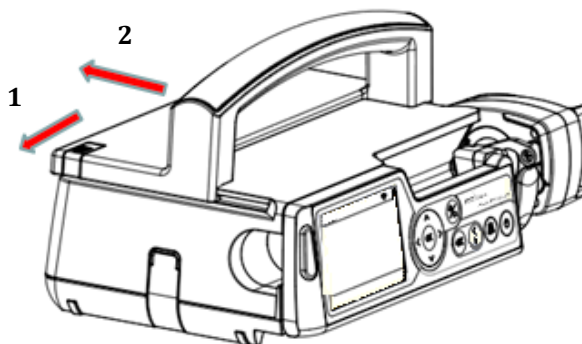

Рис. 12. Установка ручки для переноски
Для снятия ручки для переноски переместите фиксатор (1) в направлении стрелки, затем сдвиньте ручку назад (2), как показано на рис. 12.